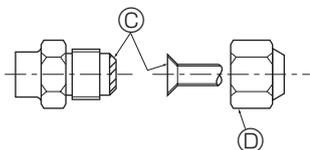

Fig. 4-6
Ⓐ (Fig. 4-6)
Ⓑ (Fig. 4-6)
4.2. Collegamento dei tubi (Fig. 4-6)